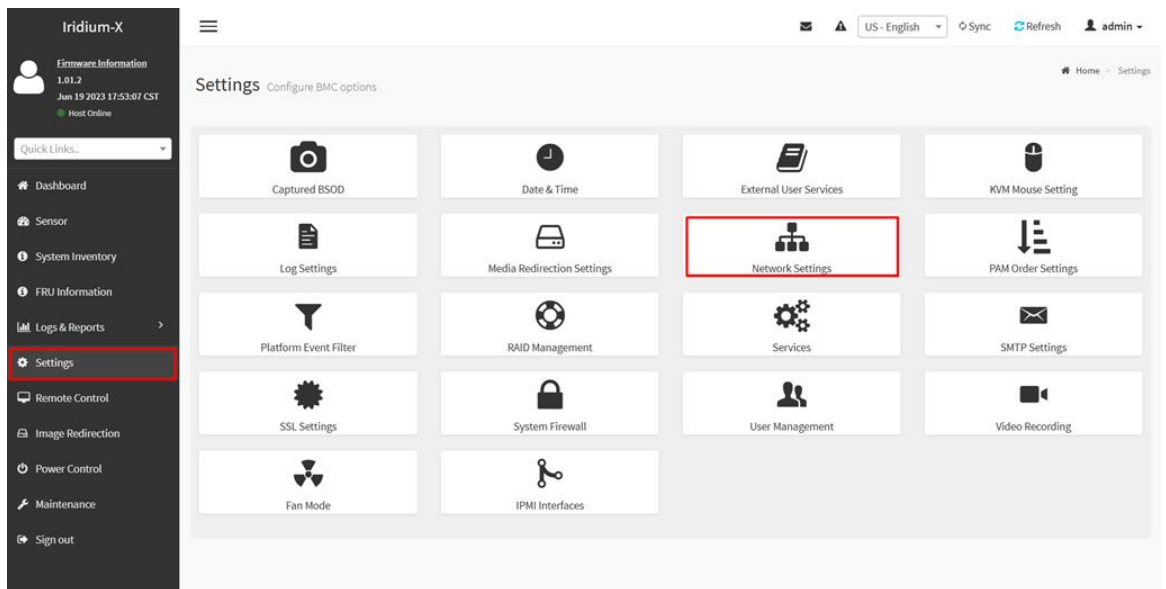

Рисунок 48 – Раздел «Settings»
1) Откройте раздел **Settings** (сеть), затем откройте вкладку **Network Settings** (см. Рисунок 48).